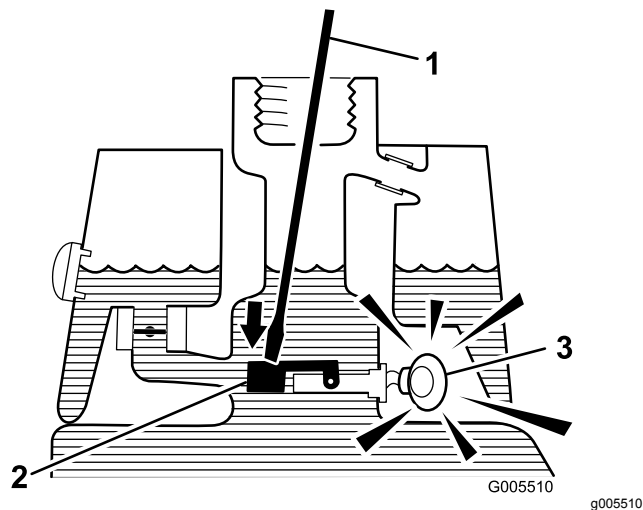

Figure 26
- Introduisez une tige ou un tournevis propre dans le goulot de remplissage et enfoncez doucement le flotteur (Figure 26). L'alarme doit se déclencher au bout d'une seconde.